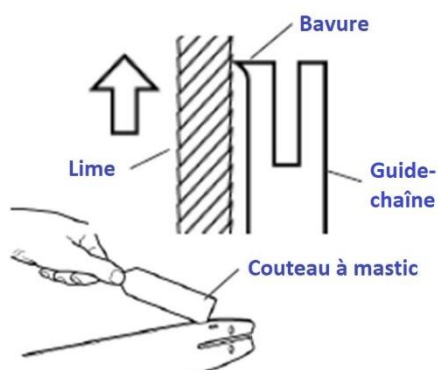

Fig. 4a
- Retirez le guide-chaîne (8) de la tronçonneuse, nettoyez la surface et la rainure de tout débris ou poussière.
- Ébavurez les côtés du guide-chaîne à l'aide d'une lime plate et nettoyez la rainure avec un couteau à mastic (voir Fig. 4a).